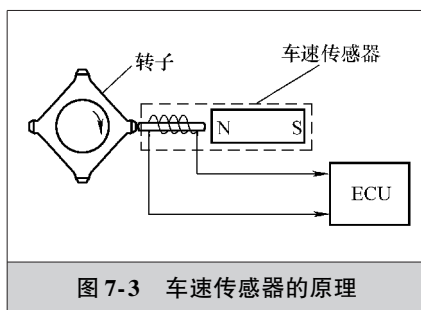

图 7-3 车速传感器的原理
(1) 电磁式车速传感器的结构 电磁式车速传感器主要由永久磁铁、电磁感应线圈、转子等组成, 其中转子安装在变速器输出轴上, 永久磁铁和电磁感应线圈安装在变速器壳体上。
(2) 电磁式车速传感器的原理 输出轴转动时, 转子也转动, 转子与传感器之间的空气间隙发生周期性变化, 使电磁感应线圈中磁通量也发生变化, 从而产生交流感应电压, 并输送给发动机 ECU, 如图 7-3 所示。ECU 是根据交流感应电压脉冲频率来计算车速的, 并以此控制自动变速器的换挡。